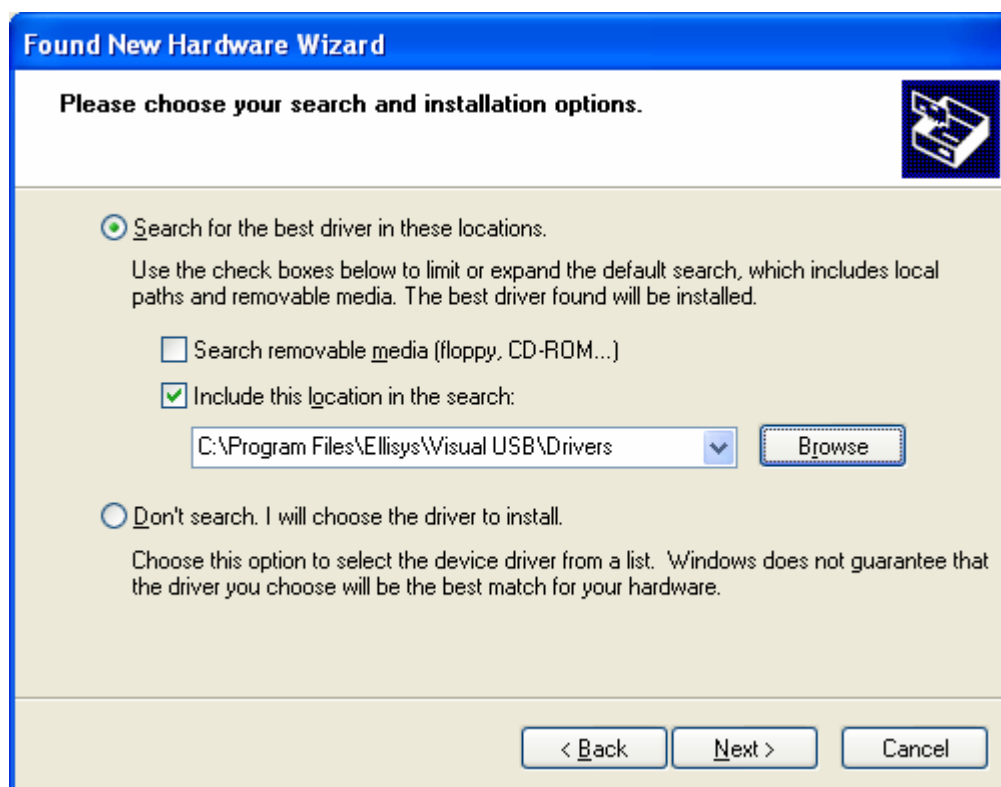

Figure 27 - Recherche du meilleur pilote
6. Sélectionnez uniquement "Include this location in the search" et tapez le chemin du répertoire où vous avez installé le logiciel d'analyse (voir Figure 27)